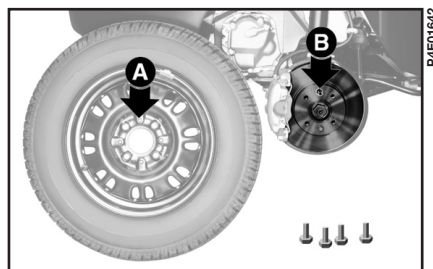

рис. 5
8) Убедитесь, что опорная поверхность запасного колеса чистая: грязь может стать причиной ослабления затяжки крепежных болтов. Установите запасное колесо, совместив отверстия **A** (рис. 5) со штырями **B**.